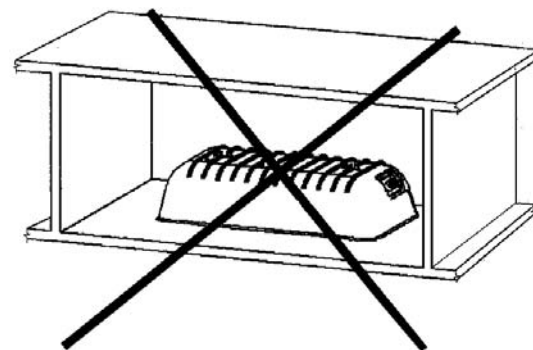

Fig. 4
- Proyector no apto al empotramiento (fig.4).
- Apparecchio non idoneo per il montaggio ad incasso (Fig.4).